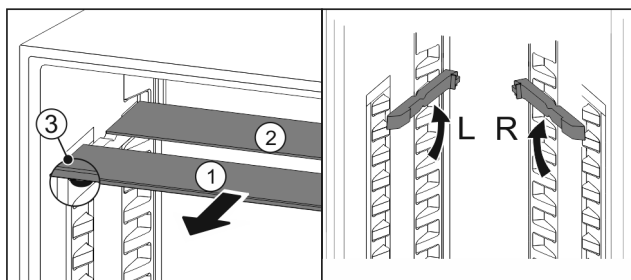

Fig. 85
- ▶ Wyciągnąć Fig. 85 (1) pojedynczo półki szklane do przodu.
- ▷ Płyta szklana Fig. 85 (1) z listwą ozdobną znajduje się z przodu.
- ▷ Stopery Fig. 85 (3) wskazują w dół. Urządzenia z komorą zamrażalnika*.